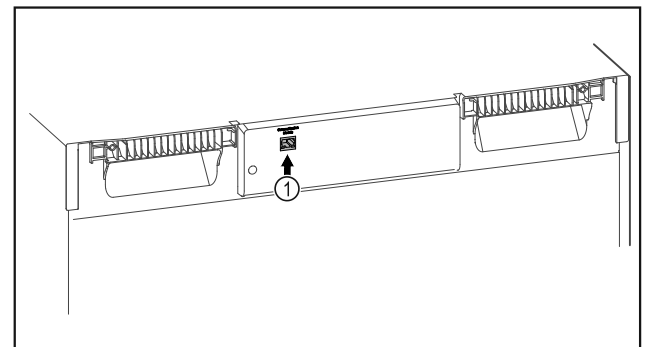

Fig. 108
- SmartModule Fig. 108 (1) se rabi.